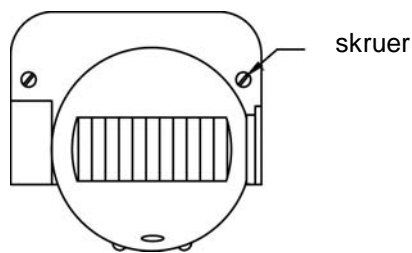

Fig. 6
- (1) Afbryd for strømmen.
- (2) Løsne de to skruer som holder fronten fast på bagstykket (se Fig. 6).